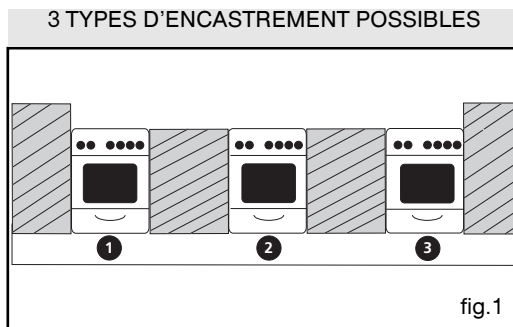

fig.1
### • Plat lèchefrite multi-usages fig.1
Vous devez respecter les côtes d'encastrement suivantes (fig.1 et 2):
- Enfoncez un tournevis entre la tôle du capot et la trappe puis faites pivoter la trappe (fig.1).
### • **PIEDS REGLABLES - (fig.1)**